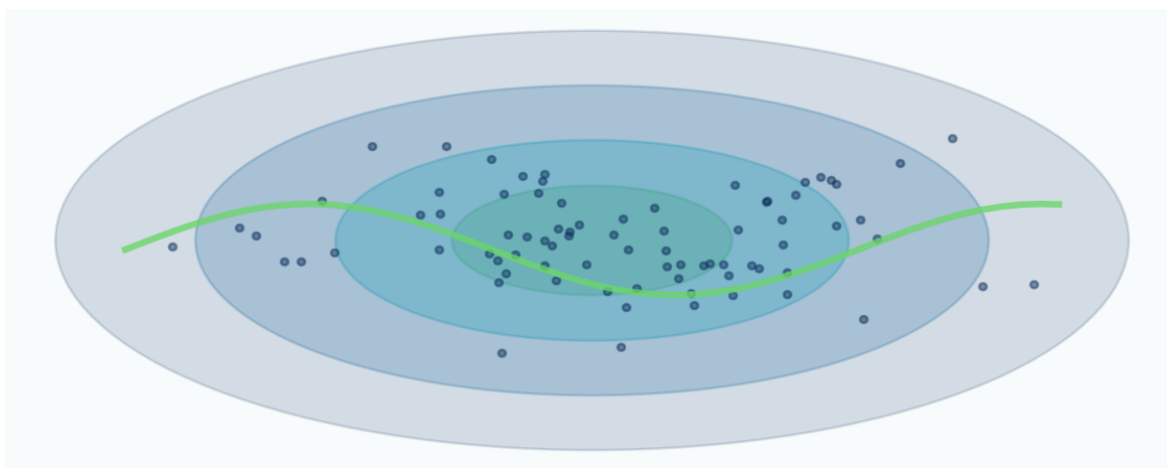

Figura 1 - Crescimento urbano como processo espacial dinâmico. Fonte: elaboração própria DataGeo Academy.
- Figura 1 - Crescimento urbano como processo espacial dinâmico